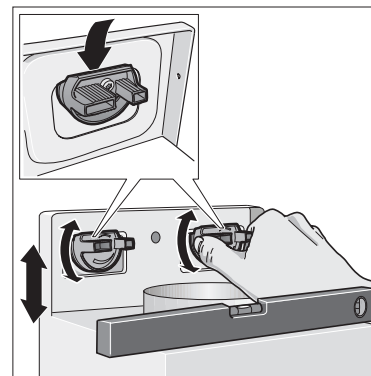

Рис. 5
7. При установке вытяжки убедитесь, что она надежно закреплена кронштейном на регулирующих элементах. (Рис. 5)
8. Выровняйте вытяжку относительно горизонтали, поворачивая регулирующие элементы. При необходимости по ним вытяжку можно перемещать вправо или влево. (Рис. 5)